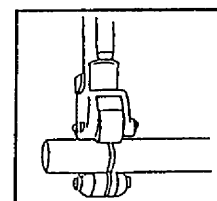

図 7
②パイプの適正差し込み量を確保するため、下表に示す位置に溝付けローラーで溝をつけて下さい。（図 7）